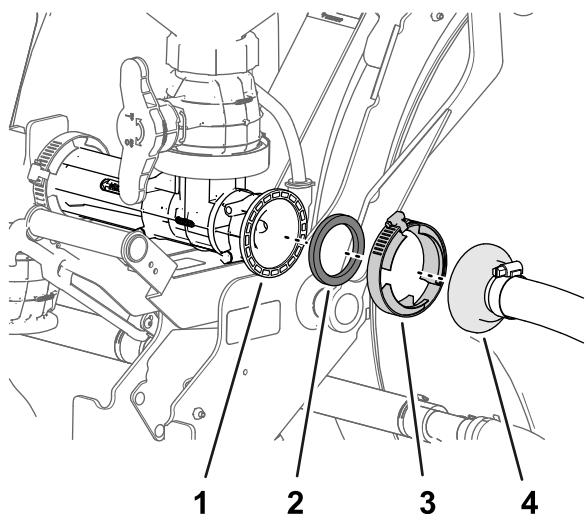

Figura 31
1. Montai fără strângere fittingul inelat drept al furtunului de alimentare al ejectorului pe flana ejectorului cu ajutorul unei garnituri i al unei cleme cu flană (Figura 31).